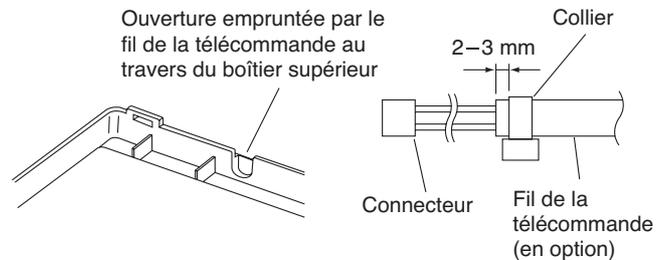

Fig. 11-24
2. Pour faire passer ultérieurement le câble du récepteur à travers le boîtier, découpez une encoche de la même taille que le fil de la télécommande (accessoire) à l'aide d'une pince ou d'un autre outil similaire. (Fig. 11-24)